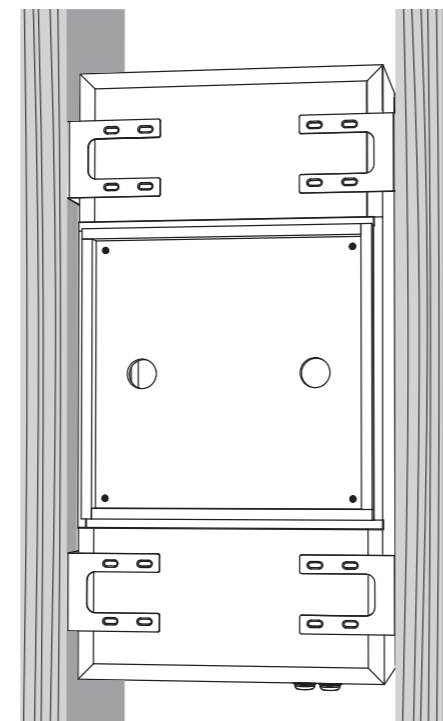

Fig. 2 Screw the brackets and back can together.
3. Avec l'aide d'un assistant, soulevez délicatement la boîte arrière à l'emplacement choisi entre les solives du plafond, puis soulevez-la et faites-la glisser en place, jusqu'à ce qu'elle soit supportée par les quatre supports et centrée entre elles (Fig. 2).